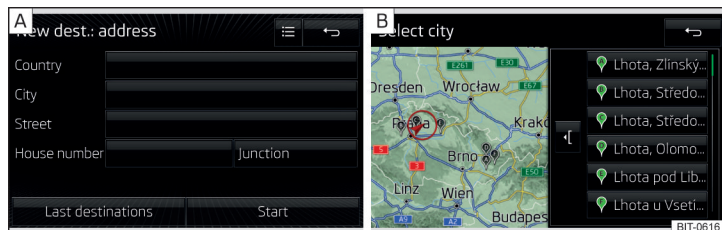

Fig. 206 Introducir destino a través de la dirección: Menú principal / Lista de los lugares seleccionados
- Si no se visualiza el menú para la introducción del destino a través de la dirección » fig. 206 - A, entonces pulsar la superficie funcional  → Dirección.
Existe la posibilidad que se visualice automáticamente un mapa con una lista de los lugares con el mismo nombre durante la introducción de un nombre del lugar » fig. 206 - B.